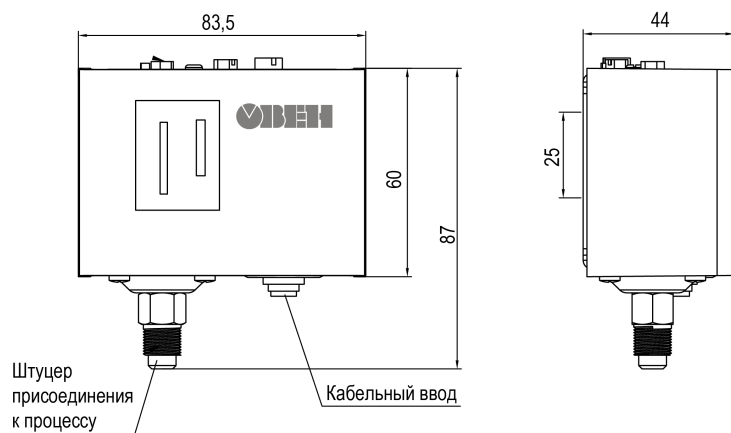

Рисунок 4.1 – Габаритные размеры
Габаритные и установочные размеры	См. рисунок 4.1
- габаритные и присоединительные размеры на технологическом объекте соответствуют размерам прибора (см. рисунок 4.1);